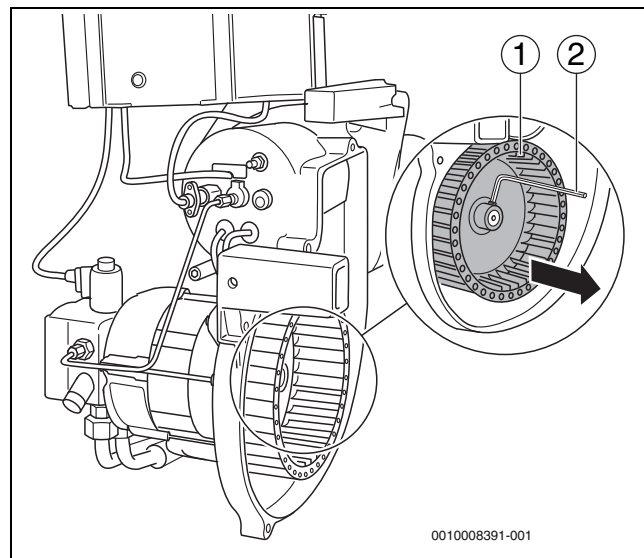

Fig. 33 Contrôler la turbine du ventilateur, la nettoyer si nécessaire
- Détacher la turbine du ventilateur (→ fig. 33, [1]) avec une clé à six pans creux (→ fig. 33, [2]) et la retirer de l'arbre de transmission.
- Remonter la turbine du ventilateur (→ fig. 33, [1]).